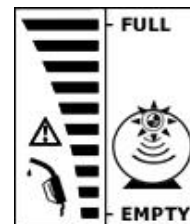

Fig. 7
- 1) Un triangle, un pistolet, un feu rouge et l'ensemble des barres clignotent (fig 7)